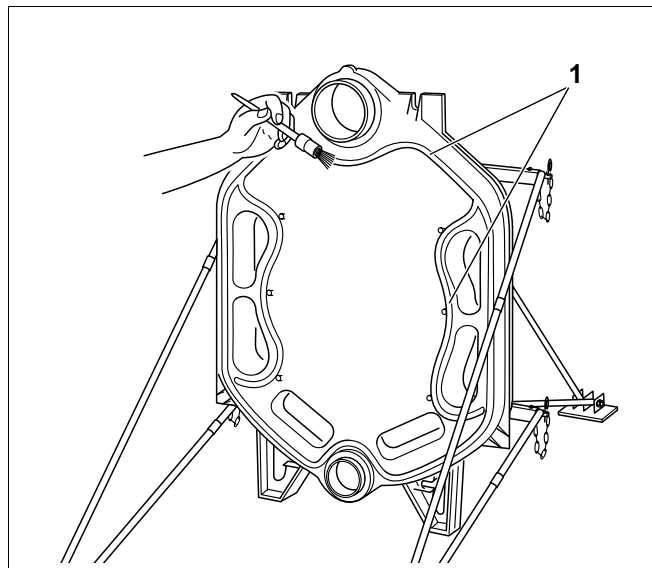

Fig. 10
Tætningsporene (Fig. 10, **pos. 1**) skal være rene og tørre, når tætningsnoren skal klæbes i (KM-snor).